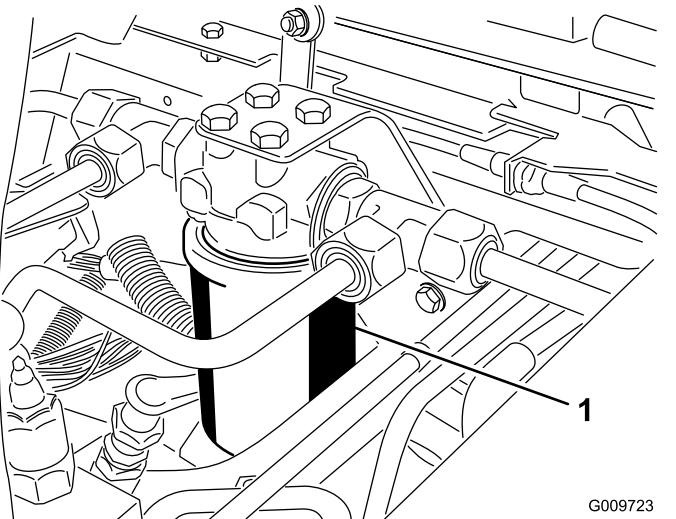
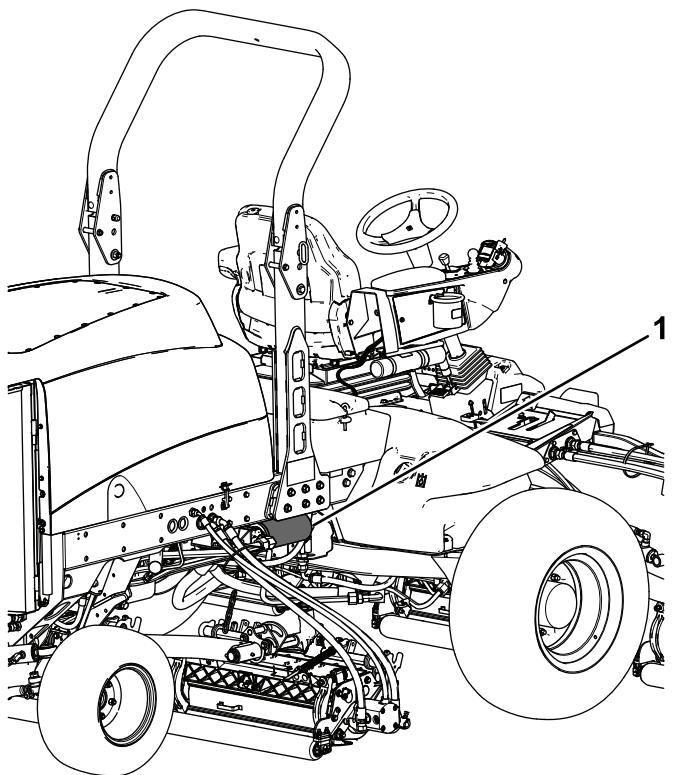

Bild 107
Bild 108
3. Stellen Sie eine Auffangwanne unter den Filter (Bild 107 und Bild 108) und entfernen diesen.